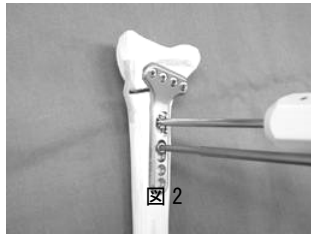

図2
- ② 骨折部の近位側にある2つの長穴(ラック付き/ラックなし)部の骨にスクリューを固定するためのドリリングを行い、プレートがスライドできる程度に長穴(ラックなし)部にコーティカルスクリューを仮固定する。
- ③ 長穴(ラック付き)のラック部に手術器具の歯車付きドライバーを差込んで回転させることによりプレートを移動させ、プレートの固定位置を調節した後、上記②で仮固定した長穴(ラックなし)部のスクリューを固定する(図2)。